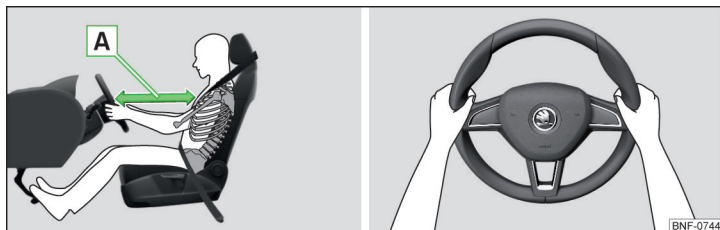

Рис. 2 Правильне положення водія на сидінні/Правильне утримування кермового колеса
- ✓ Відрегулюйте сидіння водія так, щоб злегка зігнуті ноги могли повністю наступати на педалі, а відстань між рульовим колесом і Вашим тілом була не менше 25 см » **Рис. 2 - [А]**.
- Під час руху тримайте кермове колесо обома руками з боків за зовнішній край в положенні «9» і «3» години » **Рис. 2.** Ніколи не тримайте кермо в положенні «12» години або в інший спосіб (наприклад, за середню, внутрішню частину кермового колеса тощо). В іншому випадку, при спрацюванні повітряної подушки можуть бути нанесені тяжкі каліцтва рук, долонь і голові.